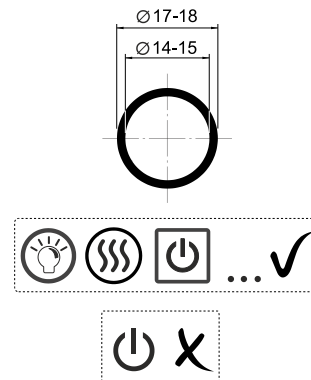

Рис. 3
- Снимите отражающий слой с задней стенки зеркала на месте установки сенсора. Ориентировочные размеры указаны на Рис. 3. Примеры рисунков показаны на Рис. 3. **ВНИМАНИЕ! Внешний контур рисунка должен быть замкнут! Разомкнутый контур рисунка не допускается.**